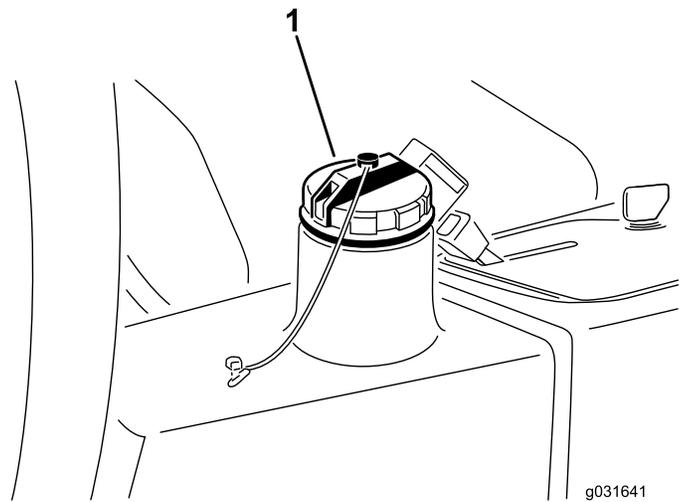

Figura 67
4. Encha o reservatório (Figura 67) com aproximadamente 13,2 litros de fluido hidráulico; consulte Verificar o sistema hidráulico \(página 56\).